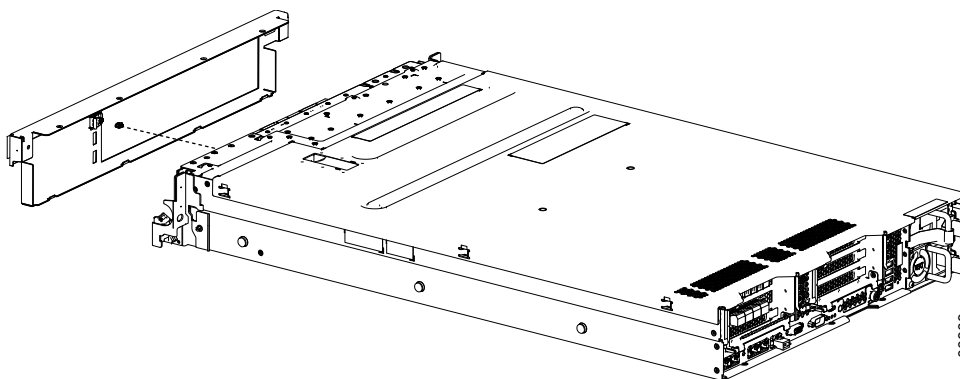

Figura 91. Conectando o cabo do LED ao PCB do LED na parte de trás do conjunto de painel
1. Conecte o cabo do LED ao PCB do LED na parte de trás do conjunto de painel, como mostrado na Figura 91.